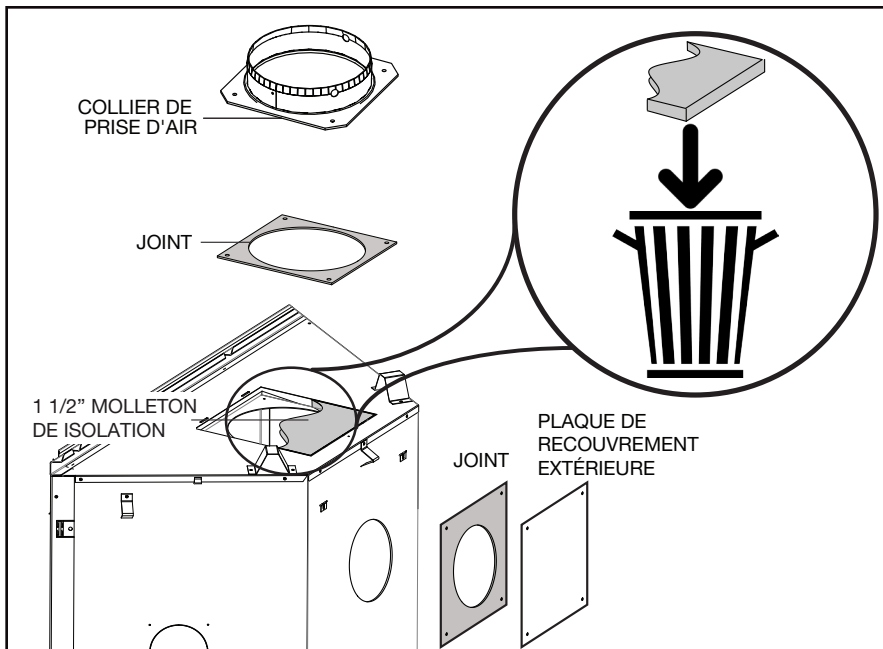

Fig. 2
- Placez le collet d'évacuation de 7" (177,8mm) et le joint d'étanchéité en haut de l'appareil et fixer en place utilisant que vis (**Fig. 2**).